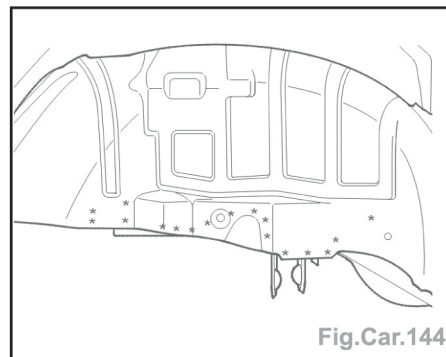

Fig.Car.144
- Découper par fraisage des points et déposer le reste du plancher (Fig.Car.144).